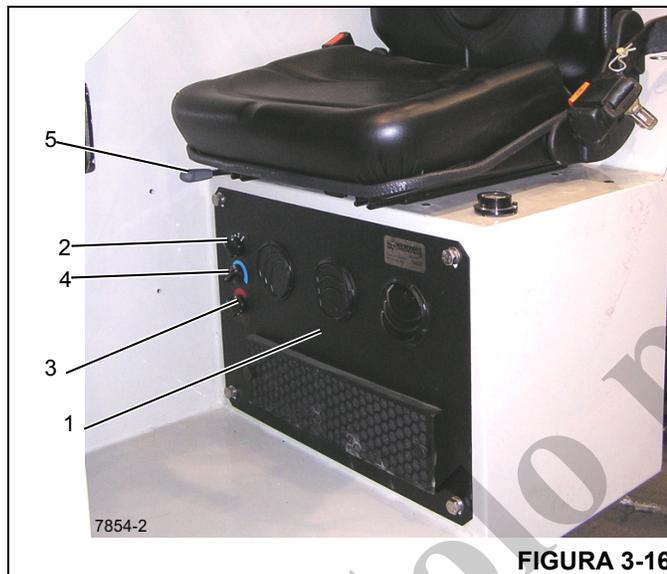

FIGURA 3-16
El calefactor/acondicionador de aire de la cabina (que se proporciona como una opción con las cabinas cerradas) está ubicado debajo del asiento del operador (1, Figura 3-16).
Para hacer funcionar el calefactor, use el interruptor del ventilador (2, Figura 3-16) junto con el control del calefactor (3) para seleccionar la velocidad de ventilador deseada y la cantidad de calor.
Para hacer funcionar el acondicionador de aire, use el interruptor del ventilador (2, Figura 3-16) junto con el control del acondicionador de aire (4) para seleccionar la velocidad de ventilador deseada y la cantidad de enfriamiento.
**Ajuste longitudinal del asiento** - Para ajustar el asiento, mueva la palanca de control (5, Figura 3-16) a la derecha. Mueva el asiento a la posición apropiada y luego mueva la palanca de control de regreso a la izquierda para bloquear la posición del asiento.